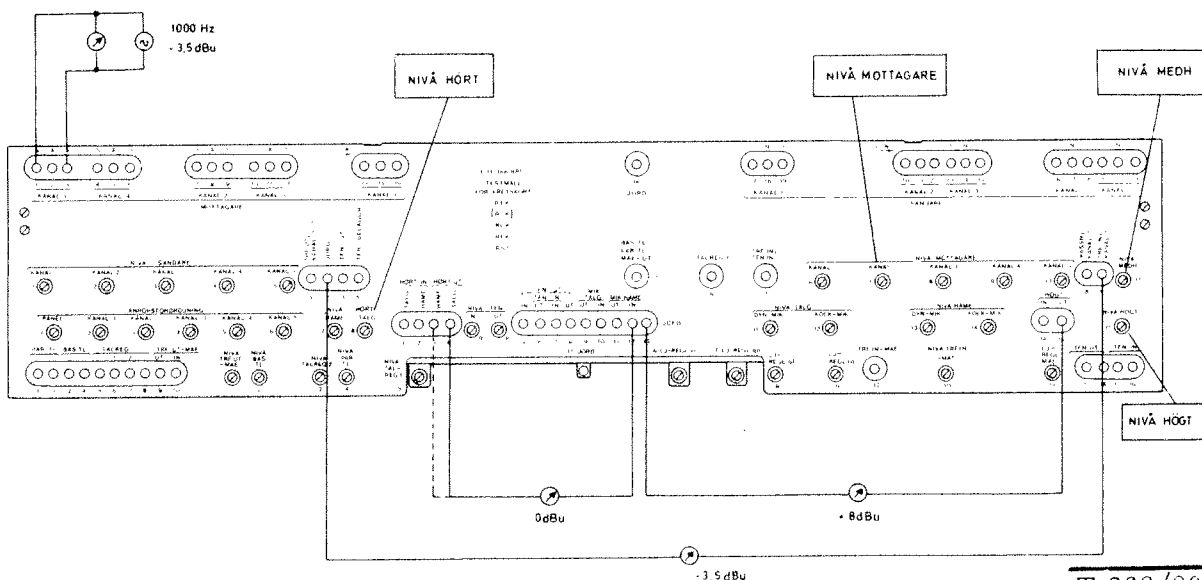

Bild 22a
- Vid behov, justera med potentiometern NIVÅ MEDH på radiomanöverenhetens ROK-kort tills en medhörningsdämpning på 10 dB erhålls. Se bild 22a.